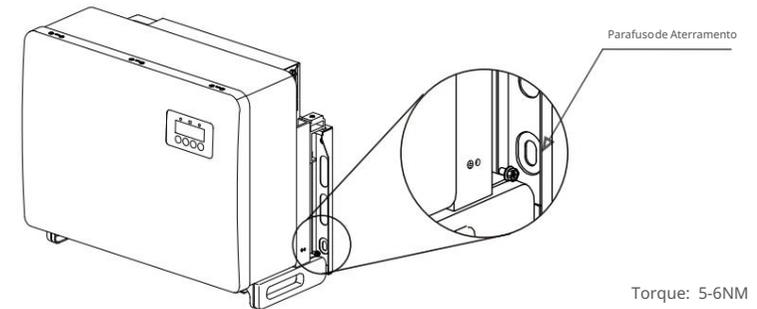

Figura 3.17 Cabo fixo
- 6) Conecte o cabo de aterramento ao ponto de aterramento no dissipador de calor e aperte os parafusos de aterramento, o torque é de 5-6 Nm (consulte a figura 3.17).